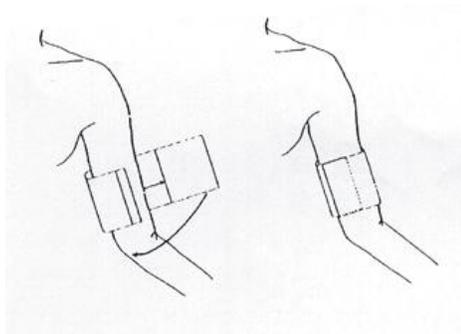

Figure 0-23 Aplicando o Manguito
2. Aplique o manguito de pressão sanguínea ao braço do paciente ou perna seguindo as instruções abaixo. (Figure 0-23).